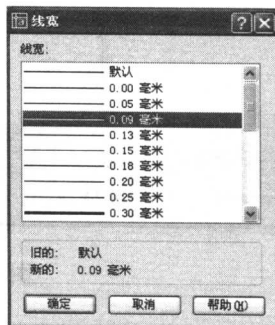

图 4-7 选择线宽
(6) 单击“中心线”层对应的“线宽”项，打开“线宽”对话框，选择 0.09 mm 线宽，如图 4-7 所示，点“确定”按钮。